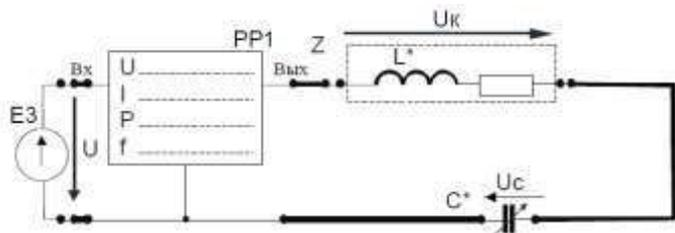

Рисунок 2
2. Собрать электрическую цепь с последовательным соединением реальной катушки индуктивности L* конденсатора C* (рис. 2), используя элементы цепи в соответствии с заданным вариантом (табл. 3). Предъявить схему для проверки преподавателю.